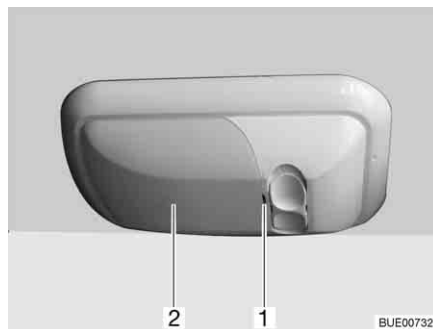

Bild 232 Lastlampa
- Bänd försiktigt loss kåpan (Bild 232,2) vid skåran (Bild 232,1) med hjälp av ett lämpligt verktyg (t. ex. skruvmejsel) och tag bort den.